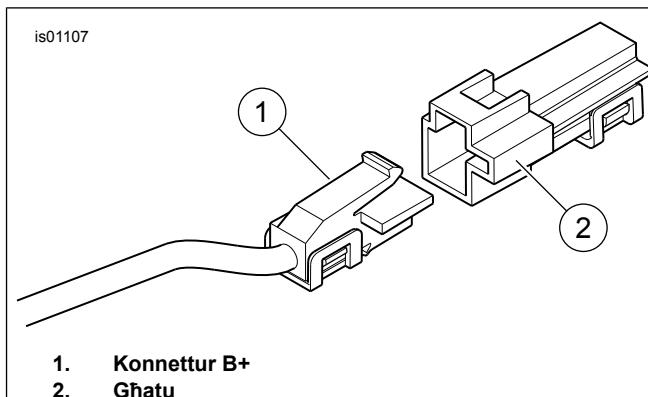

Figura 5. Konnettur B+
1. Ara Figura 5 . Sib il-lokazzjoni tal-konnettur B+ (pożittiv tal-batterija) (1) fuq il-harness principali tal-elettriku taħt is-sedil (wajer aħmar ma' konnettur griżz mhux użat). Neħħi l-cover (2) mill-konnettur.